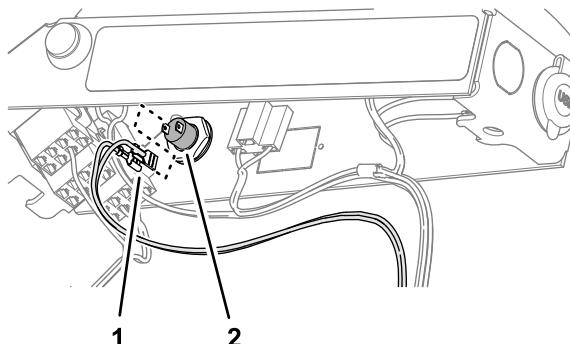

Figura 108
4. Monte os terminais da derivação da cablagem identificada com REMOTE ENGAGE SWITCH nos terminais do botão (Figura 108).